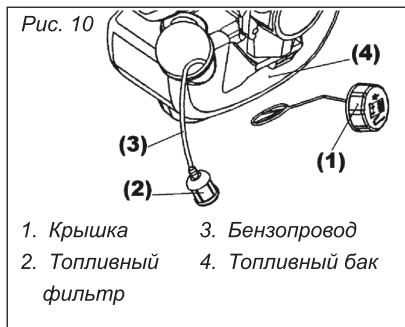

Рис. 10
**9.2. Топливный фильтр (рис. 10)**